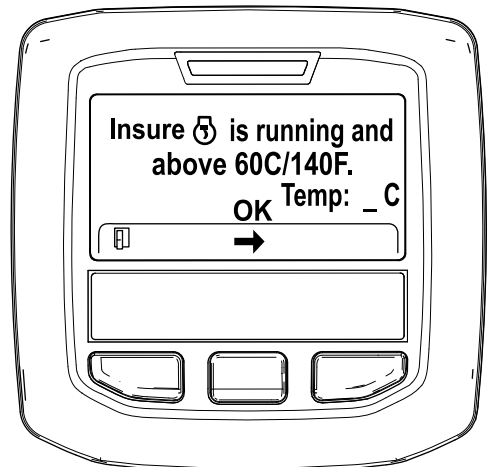

Figura 45
5. Si la temperatura del refrigerante está por debajo de 60°C (140°F), aparece el mensaje "Insure is running and above 60C/140F" (Asegúrese de que funciona y esté por encima de 60 °C/140 °F). (Figura 45).